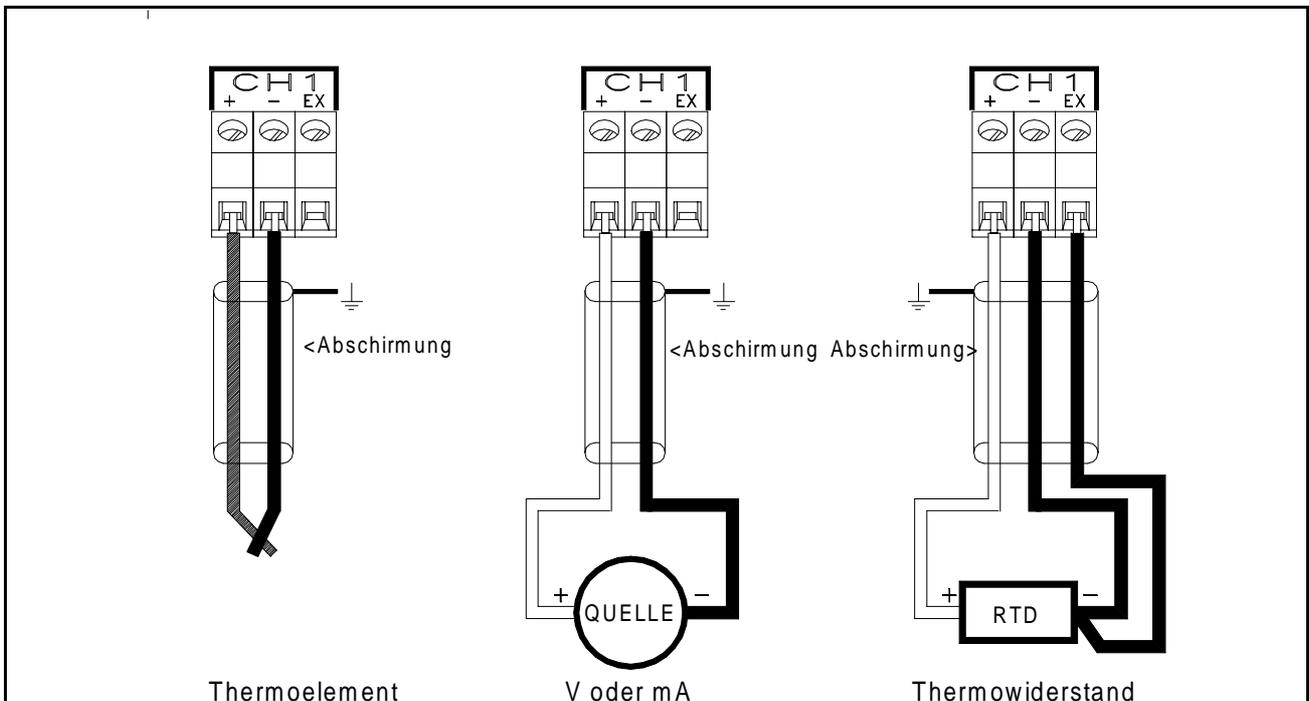

Bild 2-7 Anschlüsse der Signalquellen
E. Thermoelemente - Thermoelemente werden angeschlossen wie im Bild 2-7 links dargestellt.
F. Thermowiderstände (RTD) - Schließen Sie RTDs über drei Leitungen an, um den Leitungswiderstand auszugleichen. Verwenden Sie für Verdrahtungen über größere Strecken 14-AWG-Kupferkabel; siehe auch Bild 2-7 rechts. Bestimmen Sie die Farbcodes der Polaritäten aus den Herstellerangaben.
G. Lineare Eingänge - Lineare Eingänge bestehen aus Strom- (4 - 20 mA oder 10 - 50 mA) oder Spannungseingängen (± 100 mV, ± 1 V, ± 10 V sowie offene/geschlossene potentialfreie Kontakte). Verbinden Sie Strom- und Spannungseingänge gemäß Bild 2-7 Mitte.